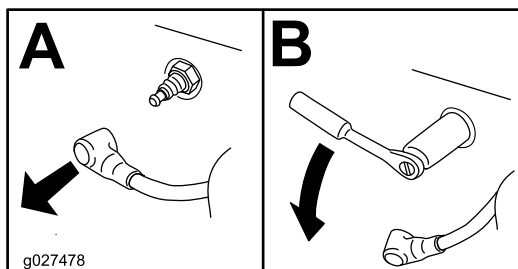

Figura 44
4. Retire la(s) bujía(s) como se muestra en la Figura 44.